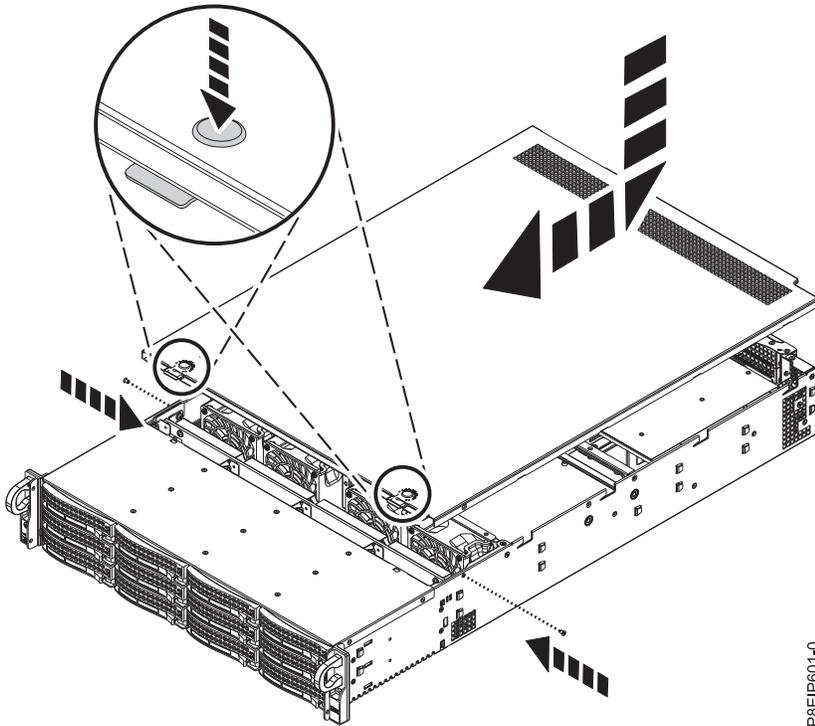

Figure 73. Remise en place et sécurisation du capot
2. Faites glisser le capot vers l'avant jusqu'à ce qu'il s'encastre, comme indiqué dans la figure 73, à la page 110.